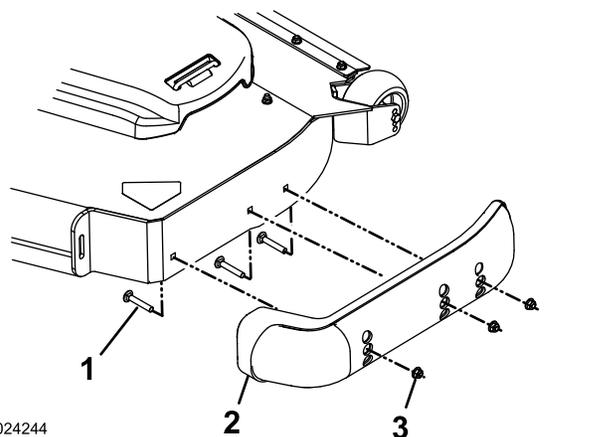

Рисунок 37
3. Снимите с каждого полоза каретные болты и гайки (Рисунок 37).